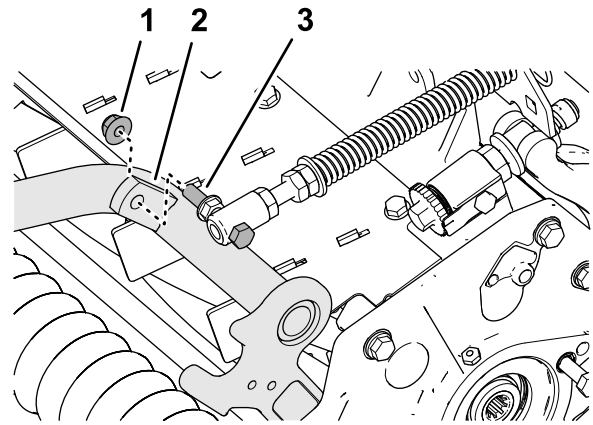

Bild 19
4. Montieren Sie die Kopfschraube der Rasenkompensierungsfeder an der rechten Lasche des Trägerrahmens (Bild 19) mit der Sicherungsbundmutter ($\frac{3}{8}$ ").